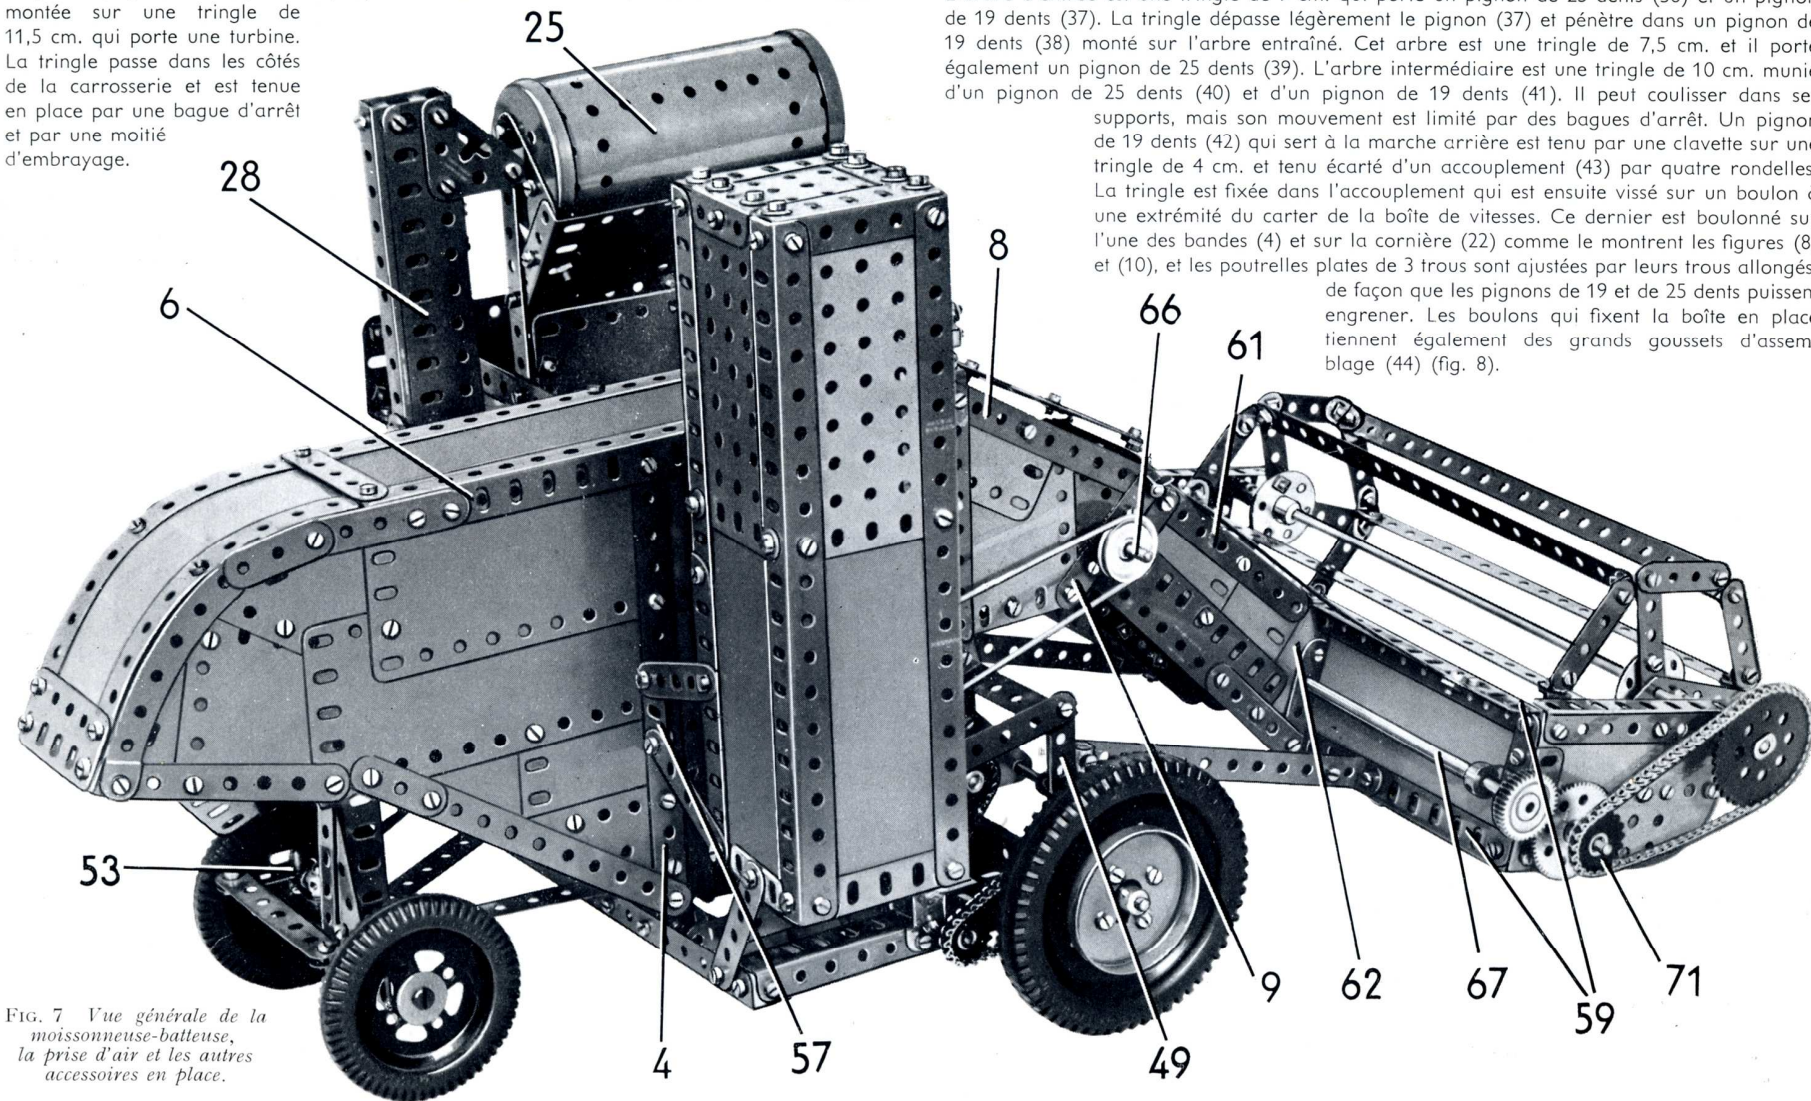

FIG. 7 Vue générale de la moissonneuse-batteuse, la prise d'air et les autres accessoires en place.
La prise d'air du radiateur (Fig. 7)
La colonne de prise d'air se construit en boulonnant quatre plaques sans rebords de $11,5 \times 6$ cm. et trois plaques flexibles de 14×6 cm. sur deux cornières de 19 trous et sur deux cornières de 19 trous faites d'une cornière de 11 trous et d'une de 9 trous. Les bords supérieurs et inférieurs de la colonne sont renforcés comme le montre la figure (7) par des cornières de 5 et de 3 trous, et le dessus est recouvert par une plaque sans rebords de 6×6 cm. La colonne est fixée sur la carrosserie par deux bandes de 5 trous boulonnées sur une cornière de 3 trous (57) (fig. 7) et par une bande de 6 trous fixée à l'extrémité de l'une des cornières (1). Une autre bande de 6 trous est réunie à la colonne par une équerre et est boulonnée sur la bande (49).
Le châssis du convoyeur qui va de la moissonneuse à la carrosserie de la machine est constitué par deux cornières de 9 trous (61) réunies par deux bandes de 5 trous et par une plaque flexible de $11,5 \times 6$ cm. Une bande de 3 trous et une plaque flexible triangulaire de 6×5 cm. (62) sont boulonnées sur chacune des cornières (61) et sont réunies par leurs extrémités inférieures, grâce à une poutrelle plate de 9 trous prolongée par une bande de 5 trous. Chacun des côtés est recouvert par deux plaques flexibles de 6×4 cm. Les cornières (61) sont fixées sur la cornière supérieure (59) par des équerres à 135° et des cornières de 4 trous sont boulonnées verticalement sur les plaques flexibles triangulaires (62) et sur l'arrière de la moissonneuse. Une tringle de 9 cm. passe dans les trous supérieurs des cornières (61) et dans les bandes (8) (fig. 7) et elle est tenue en place par des clavettes.
Le convoyeur est figuré par deux courroies en corde élastique qui passent autour de poulies de 25 mm. montées sur une tringle de 11,5 cm. (66) et sur une tringle de 20 cm. (67) (fig. 7). Ces tringles sont montées comme le montre la figure, et une poulie de 25 mm. placée à une extrémité de la tringle (66) est entraînée par une courroie en corde élastique par une poulie
dans les plaques sans rebords (60) et dans des supports plats, dont un apparaît en (70) boulonnés sur des équerres de 26×12 mm. Cet axe est constitué par une tringle de 20 cm. et une de 16,5 cm. réunies par un accouplement, et il est tenu en place par des roues à boudin de 19 mm. Une roue de 38 dents montée sur la tringle (67) (fig. 7) entraîne une roue de 57 dents montée sur l'axe, et une roue de chaîne de 18 dents (71) est également fixée sur cet axe. La partie mobile de la moissonneuse se construit en boulonnant trois bandes de 5 trous comme le montre la figure (1) sur chacune des deux roues barillet à six trous. Les extrémités extérieures des bandes de 5 trous sont réunies par des équerres et des bandes de 4 trous, et six bandes de 19 trous sont boulonnées entre les équerres. La partie mobile est fixée sur un axe fait d'une tringle de 29 cm. prolongée à une extrémité par une tringle de 2,5 cm. et à l'autre par une tringle de 4 cm. Les tringles sont réunies par des accouplements, et une roue de chaîne de 36 dents fixée sur la tringle de 4 cm. est entraînée par une chaîne Galle depuis la roue de chaîne de 18 dents (71) (fig. 7).